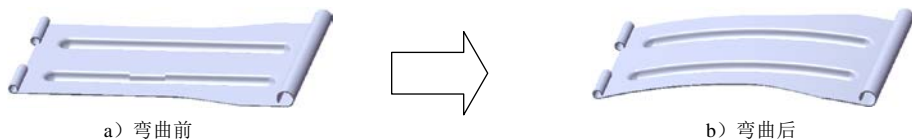

图 14.3.25 弯曲 1
Step10. 创建图 14.3.25 所示的零件基础特征——弯曲 1。
- (1) 选择命令。选择下拉菜单 **插入(I)** → **特征(F)** → **弯曲(B)...** 命令。
- (2) 选取弯曲实体及类型。选取整个模型作为弯曲实体, 在 **弯曲输入(E)** 区域中选中 **折弯(B)** 单选项。
- (3) 定义弯曲参数, 在 **弯曲输入(E)** 区域中选中 ☒ **粗硬边线(H)** 复选框, 在  文本框中输入角度值 25。